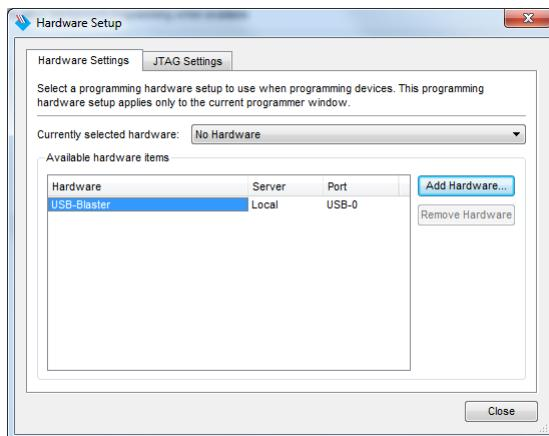

Figura 26 – Configuração da interface de programação da FPGA (USB-Blaster).
**18.** Configure a interface usada para programação da FPGA, premindo o botão “Hardware Setup” e selecionando a opção “USB-Blaster” (Figura 26). Caso esta opção não esteja disponível, verifique se a placa possui a alimentação ligada e está conectada ao computador através do cabo USB.